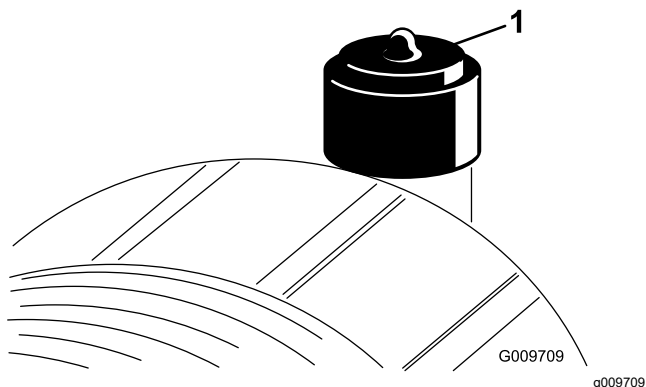

Рисунок 52
Фильтр воздухоочистителя следует обслуживать только при соответствующих показаниях индикатора необходимости технического обслуживания (Рисунок 52). Замена воздушного фильтра без необходимости ведет лишь к повышению вероятности попадания грязи в двигатель при извлечении фильтра.
2. Сбросьте индикатор (Рисунок 52), если он стал красным.